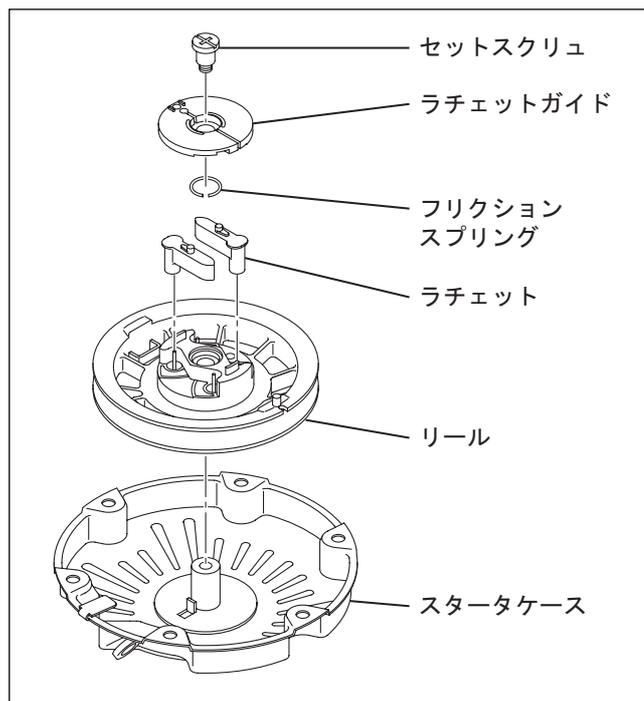

図 12-2
(2)子部品を取外します。(図 12-2)
(3)リールを取外します。(図 12-2)